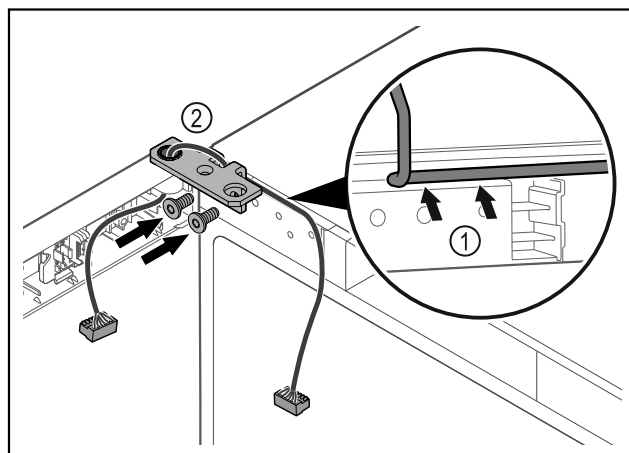

Fig. 40
- Kaloni kabllon përmes së prerës në profilin e menteshës dhe shtrijeni me kujdes Fig. 40 (1).
- Mbërtheni vidat e profilit të menteshës Fig. 40 (2).